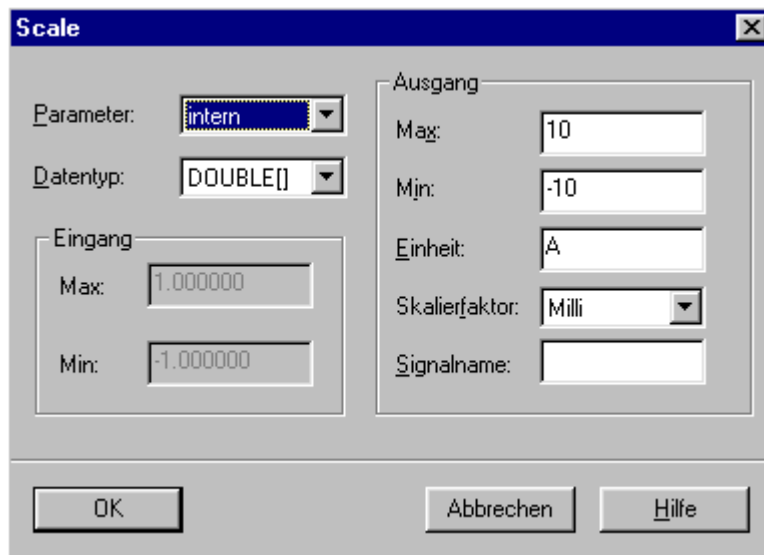

Abb. 3.1: Parameter für das Modul **Scale1**
3. Wählen Sie das Modul **Scale1** (**Module** > **Scale**) und belegen Sie die Parameter lt. Abb. 3.1.